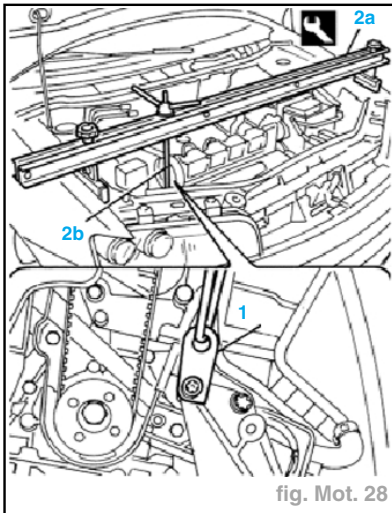

fig. Mot. 28
- Positionner un étrier de support (**1**) en le fixant à l'étrier situé sur le carter AV de la pompe à huile (fig. Mot. 28).